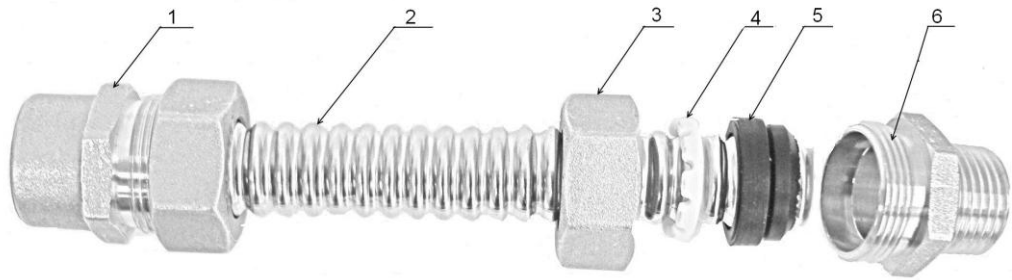

Рис.5. Монтаж топливопровода из гофрированной нержавеющей трубы.
- если суммарная длина подающей топливной линии (топливный насос, фильтр тонкой очистки, горелка) от 3 до 30 м топливороводы монтируются из гофрированной нержавеющей или медной трубы диаметром 15 мм. Топливный насос, топливный фильтр и топливный ввод горелки заканчиваются резьбой 1/2" на рис.5 показан монтаж топливоровода;